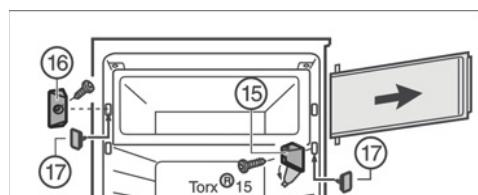

Fig. 7
- Откинте крышку на опорном кронштейне Fig. 7 (15).
- Открутите опорный кронштейн Fig. 7 (15) с дверцей камеры.
- Открутите запирающий элемент Fig. 7 (16).
- Закройте образовавшиеся отверстия прилагающимися пробками Fig. 7 (17).